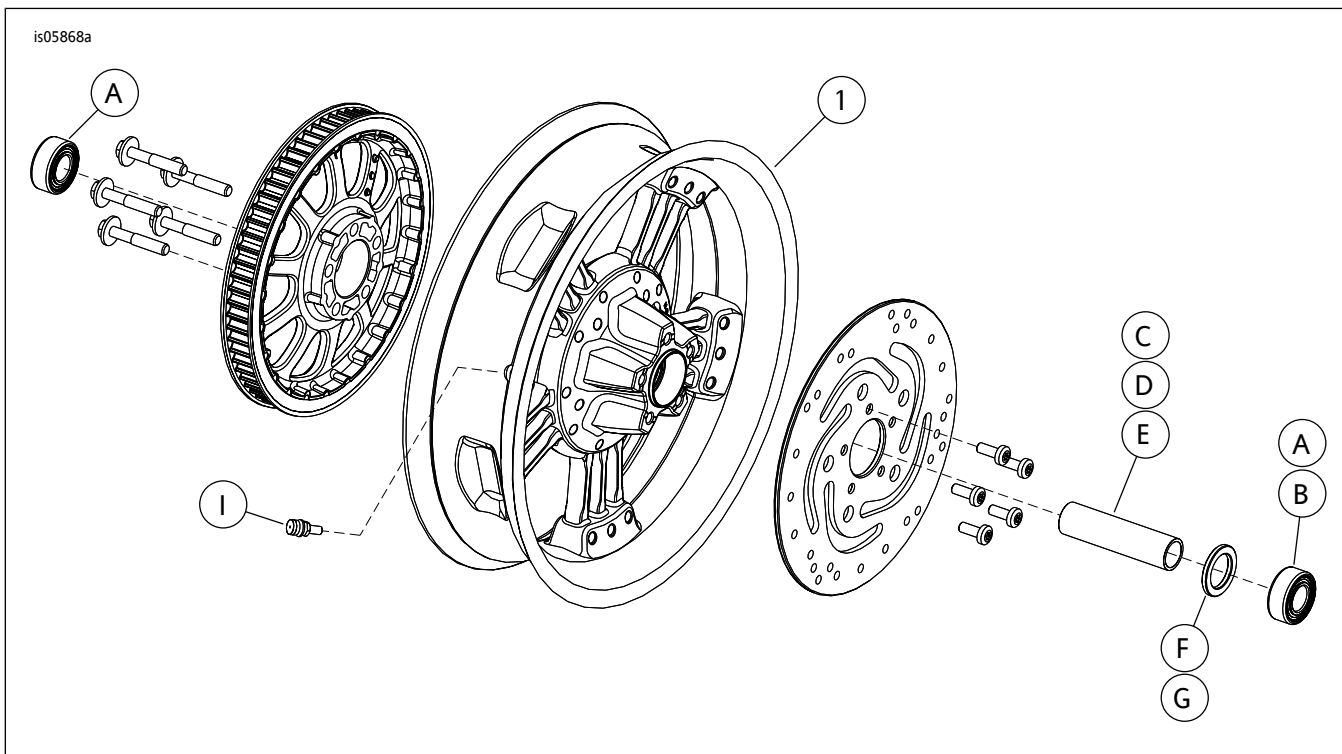

图1。维修零件：Magnum5后轮(图示为17英寸)
这些套件仅包括定制车轮。参见图1。和表2。
2. 参见图1。按照相应维修手册中的说明在车轮上安装阀杆组件(I)。